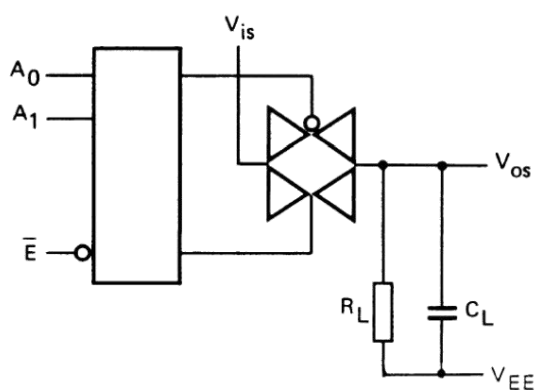

图 3
1. $R_L=10K\Omega$ 到 V_{EE} ; $C_L=50pF$ 到 V_{EE} ; $\bar{E}=V_{SS}$; $V_{is}=V_{DD}$ (方波); 如图 3 所示
2. $R_L=10K\Omega$; $C_L=50pF$ 到 V_{EE} ; $\bar{E}=V_{SS}$; $A_n=V_{DD}$ (方波); 测量 t_{PLH} 时 $V_{is}=V_{DD}$, R_L 到 V_{EE} ; 测量 t_{PHL} 时 $V_{is}=V_{EE}$, R_L 到 V_{DD} , 如图 3 所示
3. $R_L=10K\Omega$; $C_L=50pF$ 到 V_{EE} ; $\bar{E}=V_{DD}$ (方波); 测量 t_{PHZ} 和 t_{PZH} 时, $V_{is}=V_{DD}$, R_L 到 V_{EE} ; 测量 t_{PLZ} 和 t_{PZL} 时, $V_{is}=V_{EE}$, R_L 到 V_{DD} ; 如图 3 所示
6. $R_L=10K\Omega$ 到 V_{EE} ; $C_L=15pF$ 到 V_{EE} ; $\bar{E}$ 或 $A_n=V_{DD}$ (方波); 干扰是 $|V_{os}|$ (峰值); 如图 3 所示